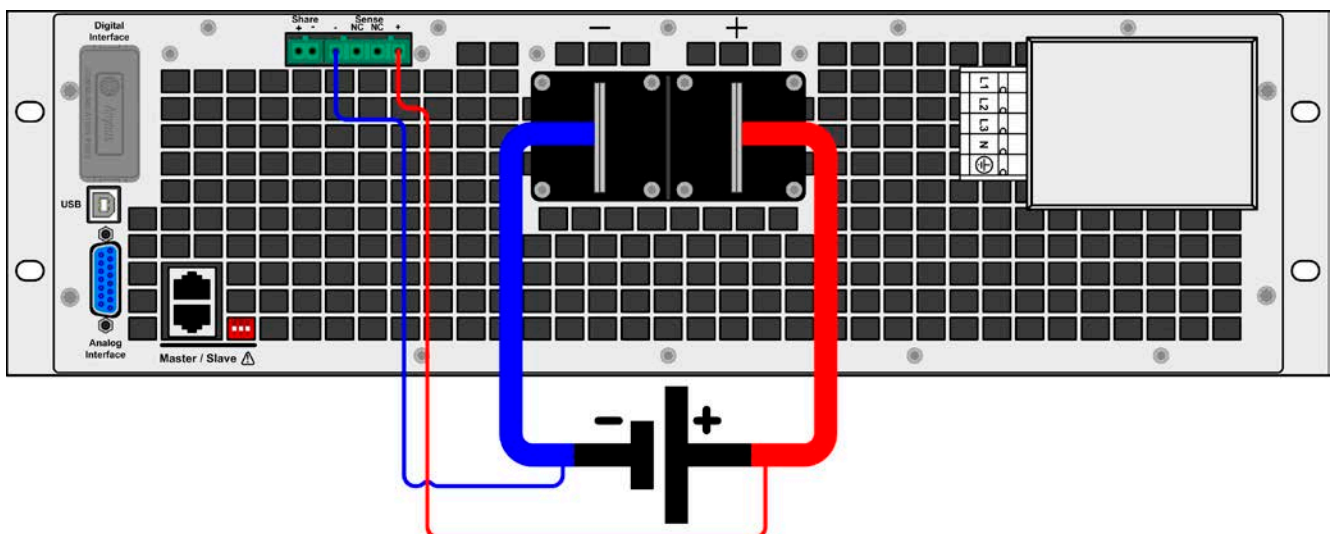

Bild 10 - Beispiel Fernfühlungsverdrahtung
- Die Fernfühlung ist nur im Konstantspannungsbetrieb (CV) wirksam und der Fernfühlungsanschluß sollte möglichst nur solange angeschlossen bleiben, wie CV benutzt wird, weil die Schwingneigung des Systems durch Verbinden der Fernfühlung generell erhöht wird.
- (+) Sense darf nur am (+) der Quelle und (–) Sense nur am (–) der Quelle angeschlossen werden. Ansonsten könnte die elektronische Last beschädigt werden. Siehe auch Bild 10.